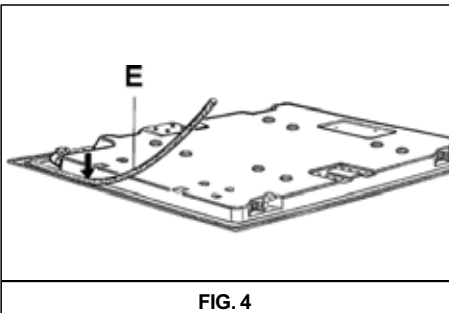

FIG. 4
- Vire a placa e retire as faixas da guarnição de seus suportes, certificando-se que a proteção transparente permaneça na própria guarnição. Posicione corretamente a guarnição "E" (fig. 4) embaixo da borda da placa, de forma que o lado externo da guarnição esteja perfeitamente alinhado com a borda perimetral externa da placa. As extremidades das faixas devem coincidir sem sobreporem-se.